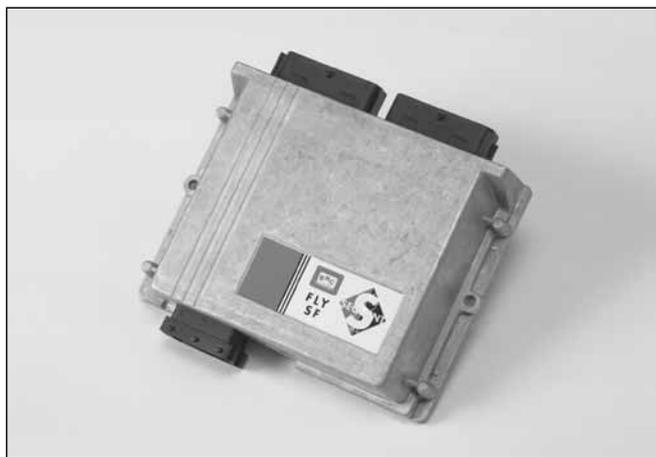

Fig. 35
**Nella versione con due connettori (fig. 35), uno a 56 vie e l'altro a 24 vie sono disponibili due ulteriori tipi di centralina Fly SF: una per gestire veicoli fino a 6 cilindri, ed un'altra per gestire veicoli fino a 8 cilindri.**